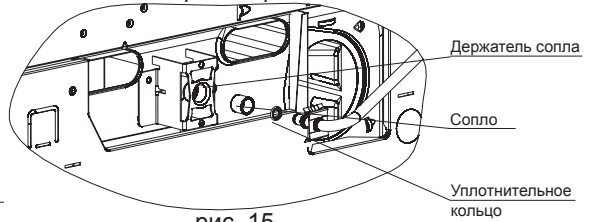

рис. 15
- Для замены сопла горелки гриля или горелки пода (см. рис. 15, 16) необходимо отвинтить два винта крепления скобы держателя сопла, вытянуть скобу с соплом из горелки (на себя). Отверткой отсоединить крепление от скобы и заменить сопло. После установки сопла его стык проверить обмыливанием на герметичность, при этом необходимо следить, чтобы сопла были установлены в соответствии с таблицей 1 или 2.